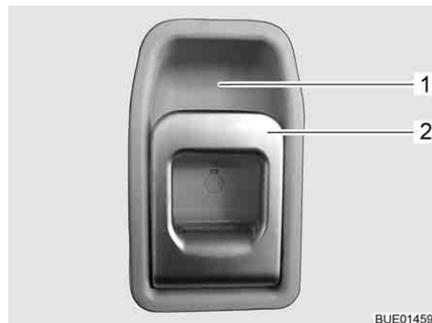

Fig. 46 Serrure de la porte cellule, à l'intérieur
*Ouvrir :* ■ Tirer sur la poignée (Fig. 46,2). La serrure de la porte est déverrouillée.
*Verrouiller :* ■ Appuyer sur la poignée (Fig. 46,2) en haut en direction de l'évidement (Fig. 46,1) dans lequel elle repose.